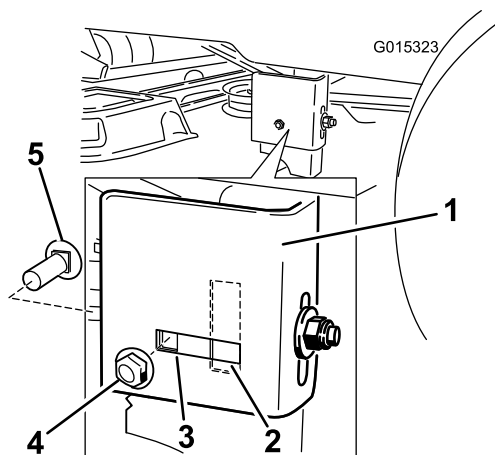

Figure 51
position allongée arrière (Figure 51). Ne serrez pas complètement l'écrou de blocage.
8. Desserrez l'écrou de blocage arrière sur le support jusqu'à ce qu'il soit possible d'ajuster le support (Figure 51).